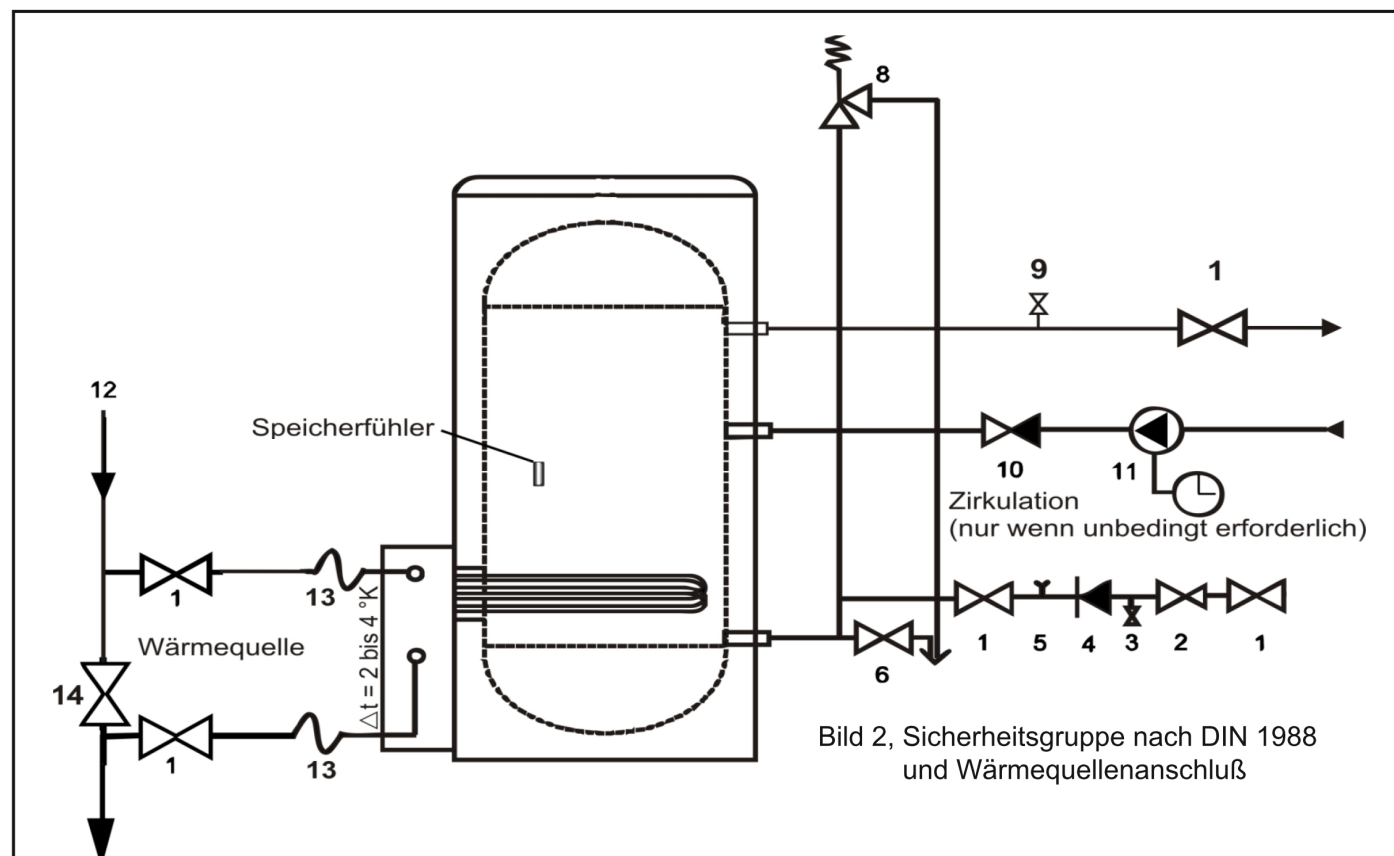

Bild 2, Sicherheitsgruppe nach DIN 1988 und Wärmequellenanschluß
- Beachten Sie die Reihenfolge der Sicherheitsarmaturen gemäß DIN 1988 (Bild 2).
Wenn Sie Ihre HAUTEC HWBW-K in Verbindung mit einer HAUTEC Heizungswärmepumpe betreiben, wird die Warmwasser-Wärmepumpe über die Regelung der Heizungswärmepumpe mit dem Zusatzmodul HBF02 geregelt. Der Elektroanschluss erfolgt dann direkt in der Heizungswärmepumpe an den dafür vorgesehenen Klemmen. Im Anschlusskasten der Heizungswärmepumpe befindet sich ein Warmwasserspeicherfühler, der an die Warmwasserwärmepumpe angebracht werden muss. Die empfohlene Fühlerposition (siehe Bild 2) befindet sich ca. 30 cm oberhalb des Wärmepumpengehäuses (Vorderseite). Fühler unter die Isolation schieben und auf guten Kontakt zum Speicher achten.